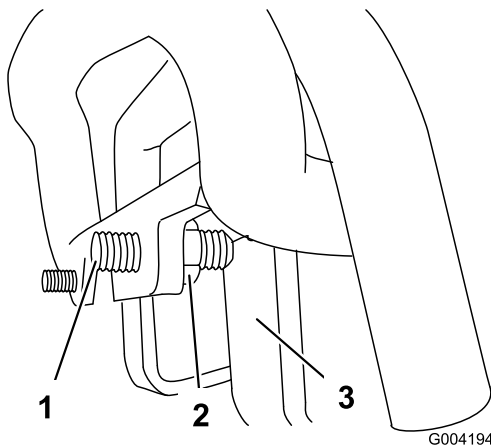

Figure 59
3. Si la machine se déporte vers la **gauche**, desserrez l'écrou de blocage **droit** et ajustez la vis de réglage du centrage à l'avant de la commande de déplacement (Figure 59).
4. Si la machine se déporte vers la **droite**, desserrez l'écrou de blocage **gauche** et ajustez la vis de réglage de centrage à l'avant de la commande de déplacement (Figure 59).